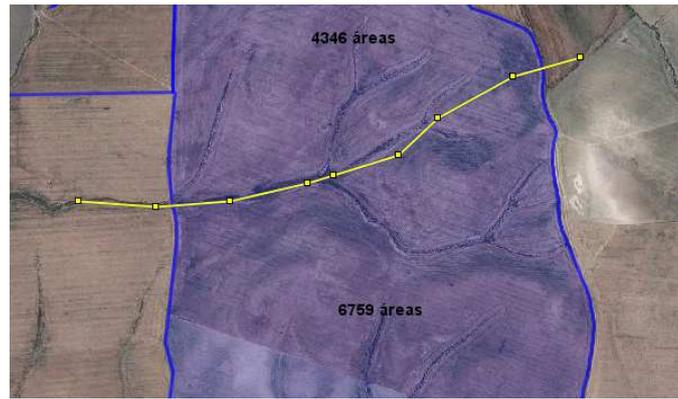

Fig. 29
**Desplazar línea división calculando el área subyacente:** permite desplazar una línea de división al lugar que se desee. Una vez trazada la línea de corte o polilínea, al pulsar sobre este icono, y teniendo seleccionado tanto el recinto a delimitar como la polilínea trazada, aparece una etiqueta con la superficie real que tendría cada subrecinto si se efectúa la división tal como está trazada en ese momento la polilínea (Fig. 29)